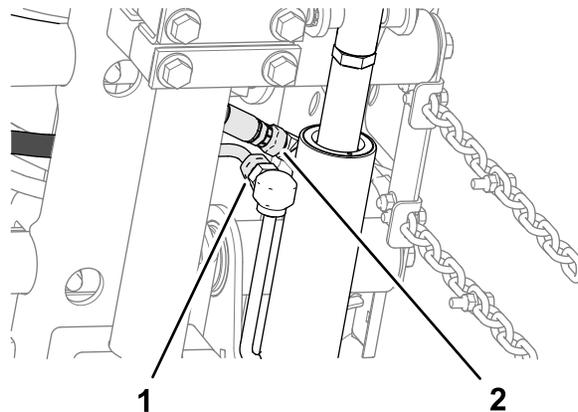

图 16
2. 对齐承载板和安装板之间的隔片图 16 并使用托架螺栓 $\frac{3}{8}$ x 1 $\frac{1}{4}$ 英寸和凸缘锁紧螺母 $\frac{3}{8}$ 英寸松动地组装板和隔片。